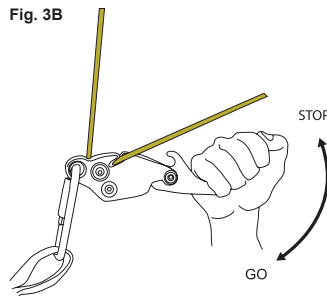
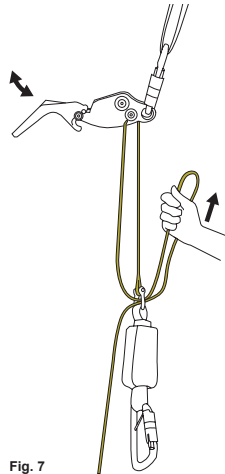

Fig. 3B
Fig. 7
7. La velocidad del descenso se ajusta con una mano en el tirador y la otra sujetando la línea por debajo del dispositivo. Empiece con la línea con un ángulo que quede en la parte inferior de la ranura como se indica en la fig. 3B. Si mueve el tirador hacia abajo, la velocidad aumenta. Cuando mueva el tirador hacia arriba o suelte el tirador, el descenso se detendrá. Aumente o disminuya la fricción moviendo la línea hacia la parte estrecha de la ranura o alejándola. Es importante mantener siempre una mano en la línea para controlar el descenso.
- La velocidad del descenso se regula con una mano en el tirador y la otra sujetando la línea por debajo del dispositivo. Coja la línea con un ángulo que quede fuera de la ranura. Con el dispositivo de descenso boca abajo, el descenso se inicia tirando del tirador hacia arriba, Fig. 7, y se detiene cuando mueve el tirador hacia abajo o lo suelta. Aumente o disminuya la fricción moviendo la línea hacia la parte estrecha de la ranura o alejándola como se muestra en la fig. 3B. Es importante mantener siempre una mano en la línea por debajo del dispositivo para tener un mejor control del descenso.